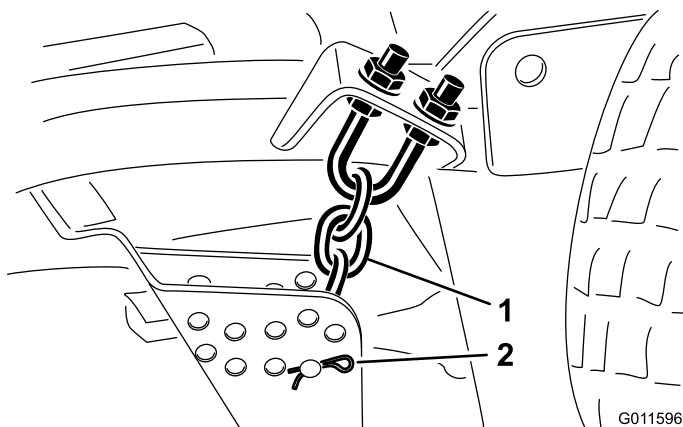

Bild 16
- Entfernen Sie den Splint und den Lastösenbolzen, mit denen die Schnitthöhenkette an der Rückseite des Mähwerks befestigt ist (Bild 16).